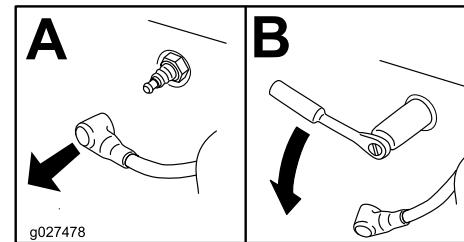

Figura 42
3. Retire la bujía, según se muestra en Figura 42.